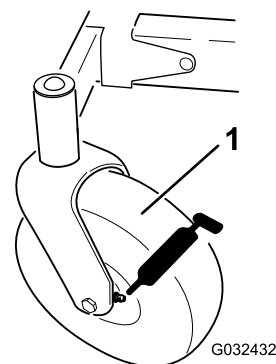
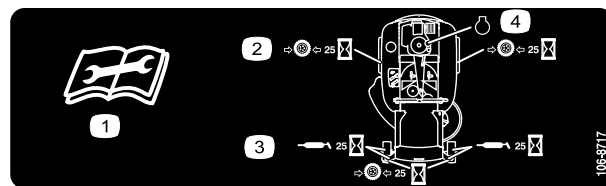

Figura 28
Figura 29
3. Limpie con un trapo los puntos de engrase (Figura 28 y Figura 29).
4. Conecte una pistola de engrasador a cada punto de engrase (Figura 28 y Figura 29).